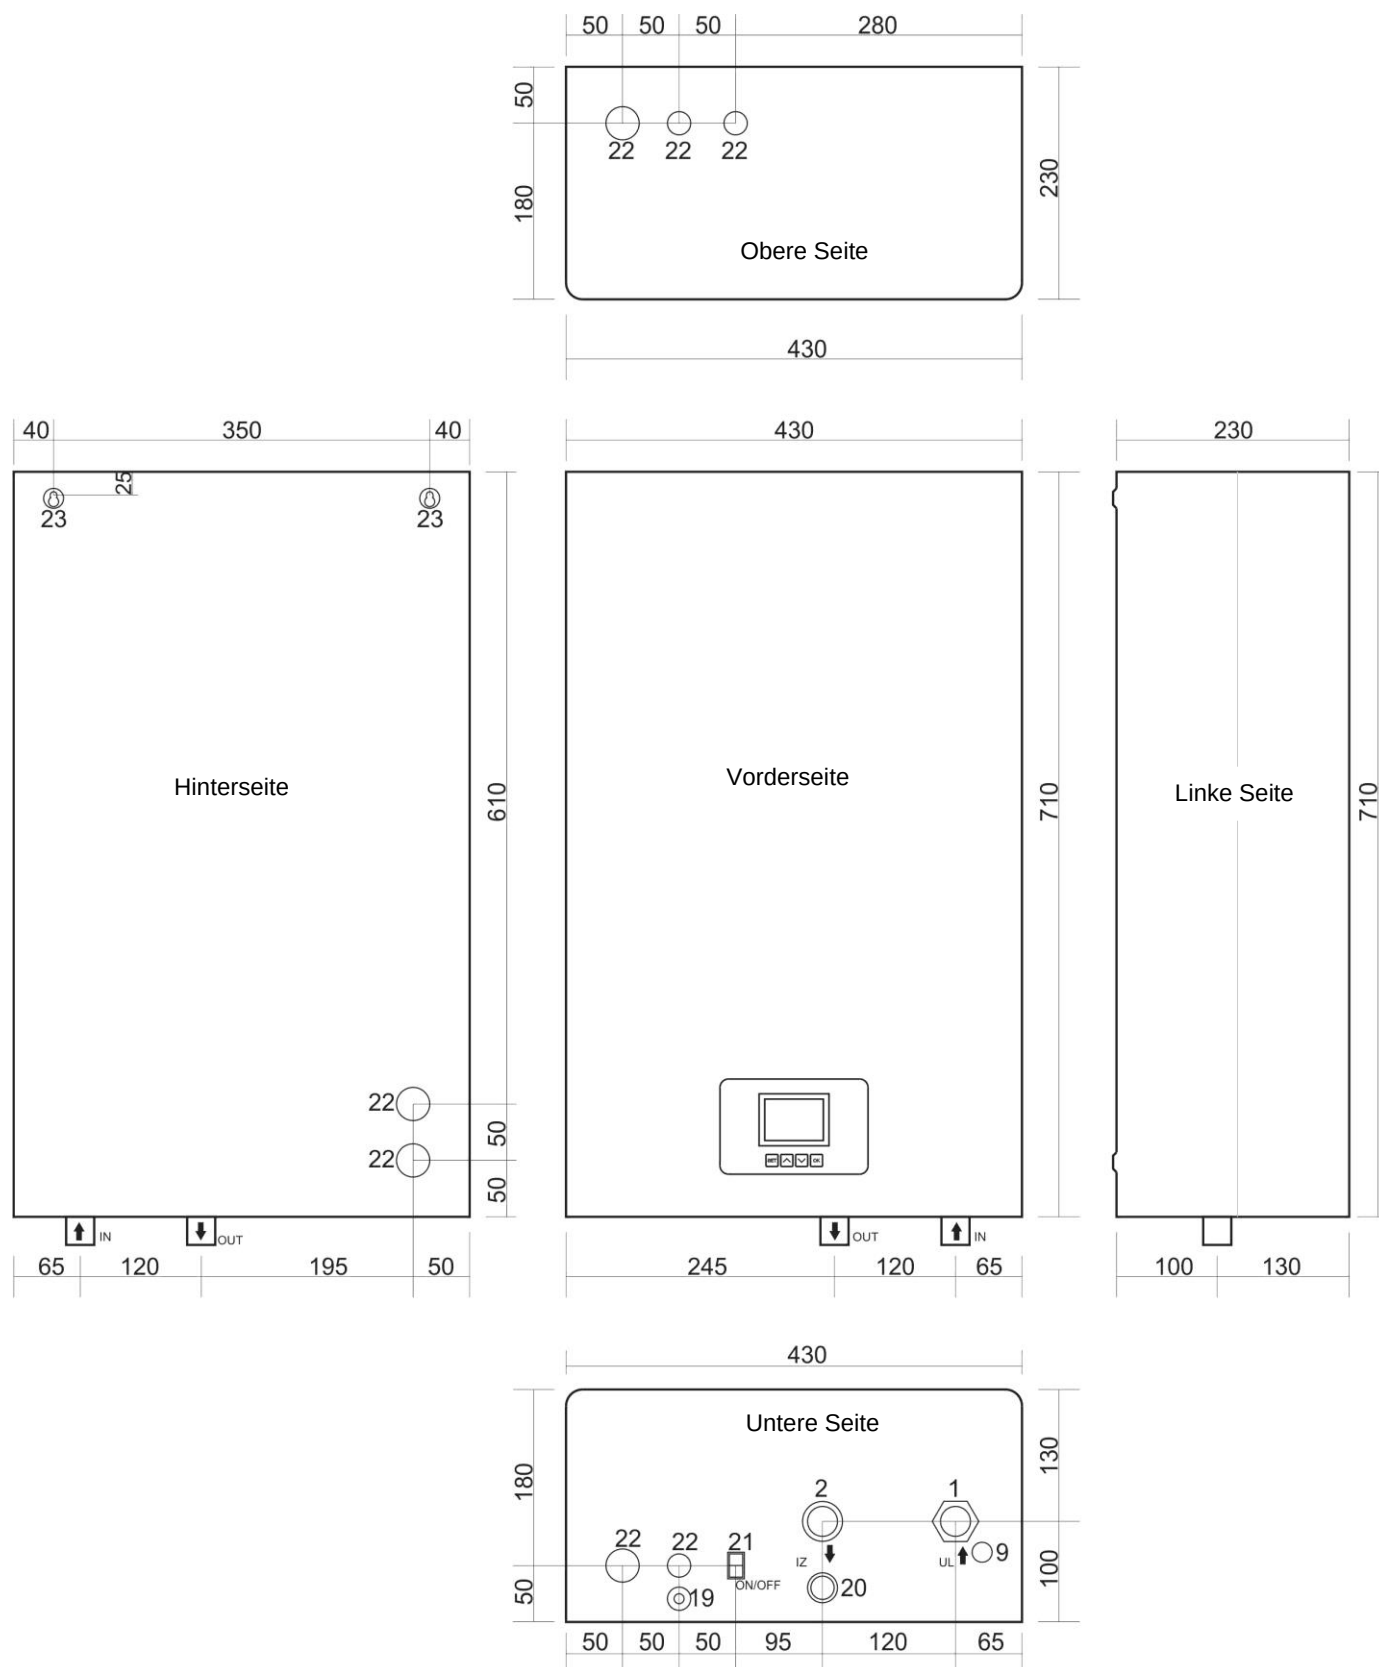

Bild 2: Maße und Anschlüsse
- Zeichnen Sie die Bohrlochpositionen für das Montageset gemäß den Abmessungen aus Abbildung 2.